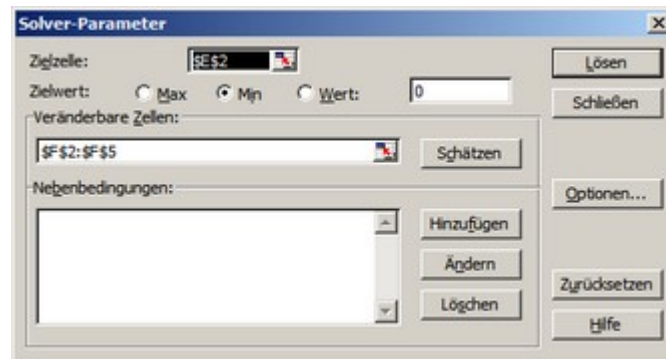

Abbildung 5: Ausgleichsrechnung
- Zelle E2 markieren und Solver starten über Menü: Extras – Solver. (Falls der Eintrag "Solver" nicht erscheint, muß erst das entsprechende Add-In über Menü: Extras – Add-Ins aktiviert werden.) Es erscheint das Menü gem. Abbildung 5: